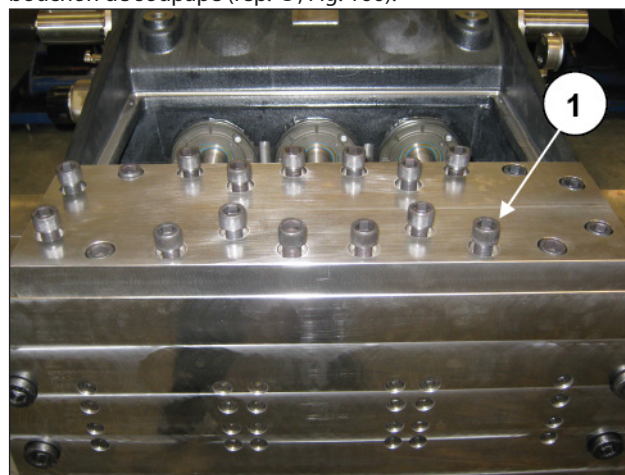
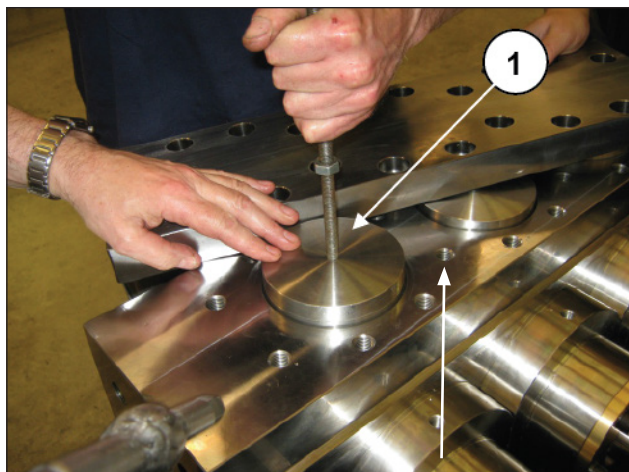

Fig. 165
Fig. 166
Dévisser les vis M16 et retirez le couvercle de soupapes (rep. ①, Fig. 165). Extraire les bouchons de soupape à l'aide d'un extracteur à inertie à appliquer sur l'orifice M10 du bouchon de soupape (rep. ①, Fig. 166).